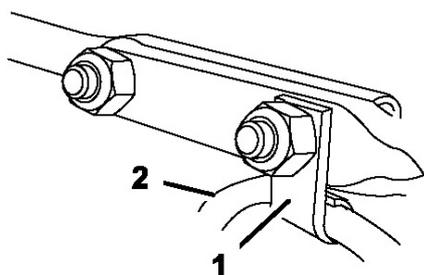

Рисунок 16.
6. Вставьте зажим троса, который поддерживает трос дефлектора, в передний болт и закрепите болты с помощью контргаек (рис. 16).